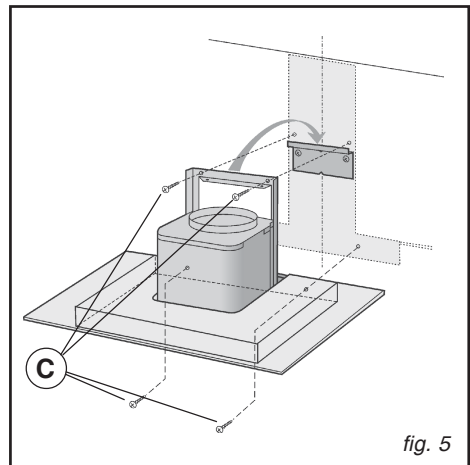

fig. 5
- Dann die Haube an dem Bügel einhängen (Abb. 5). Die horizontale Position regulieren, indem die Haube in Übereinstimmung mit der Anordnung der Hängeschränke nach rechts oder nach links verschoben wird.
- Bei erfolgter Einstellung, und ohne die Haube zu entfernen, die weiteren 4 anzubringenden Löcher (C) auf der Wand markieren; die Haube abhängen und die markierten Bohrlöcher anbringen (Durchmesser 8 mm); dann zur definitiven Befestigung die je 4 mitgelieferten Dübel und Schrauben benutzen.